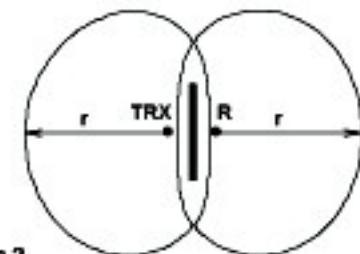

Рис.2
- Наличие препятствий (стен, зданий и т.п.), мешающих прохождению или отражающим радиосигналы, что требует применения ретранслятора для увеличения радиуса действия (см. рис. 2);